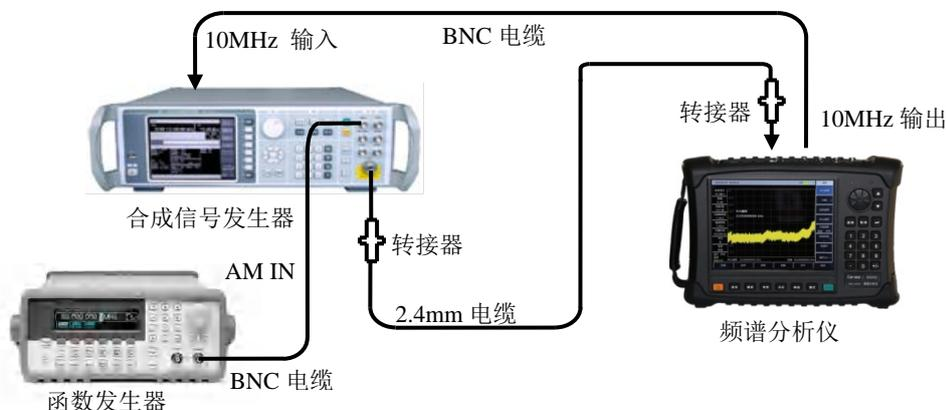

图 13-4 扫描时间准确度测试设置
- 1) 如图 13-4 连接测试设备，函数发生器的输出接到信号发生器的调幅输入端，信号发生器的射频输出接到待测试频谱分析仪的射频输入端口，频谱分析仪为合成信号发生器提供频率参考。